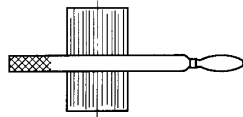

图 9
(10) 横推锉削 锉刀刀体与工件表面纵向中心线垂直,推进方向与之相平行的一种锉法(如图9所示)。